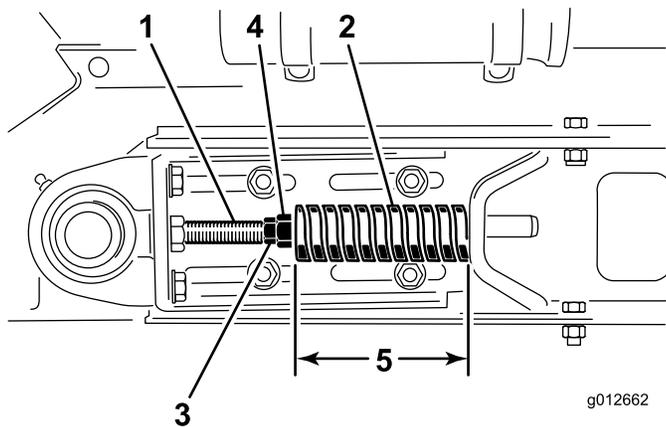

图 17
1. 拧松锁紧螺母调节张力杆螺母以达到所需的张紧力图 17。